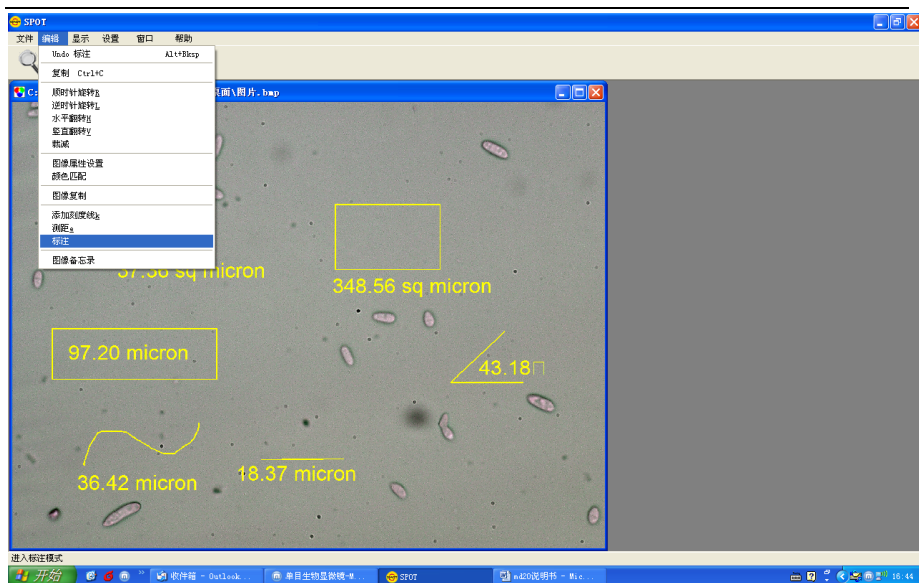

图 9
10. 对图像进行箭头指示和说明：在“编辑” 栏中点击 “标注” 项（图 9）；